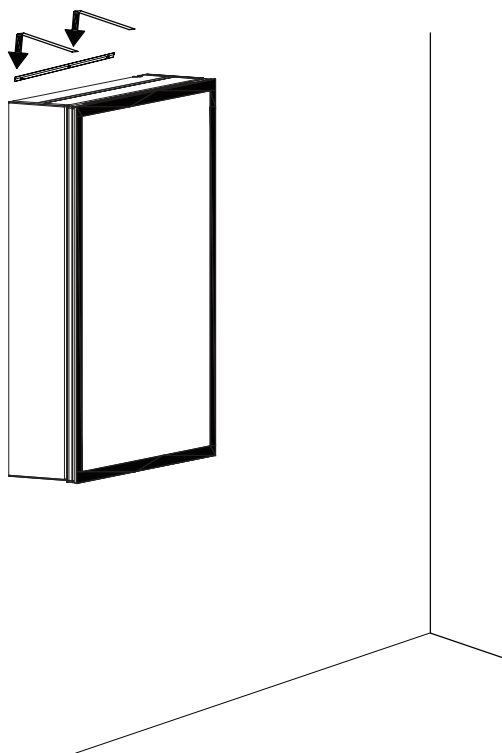

Fig. 7
2.3 Infine, accendere l'interruttore principale e verificare che l'interruttore funzioni normalmente (Fig. 7).